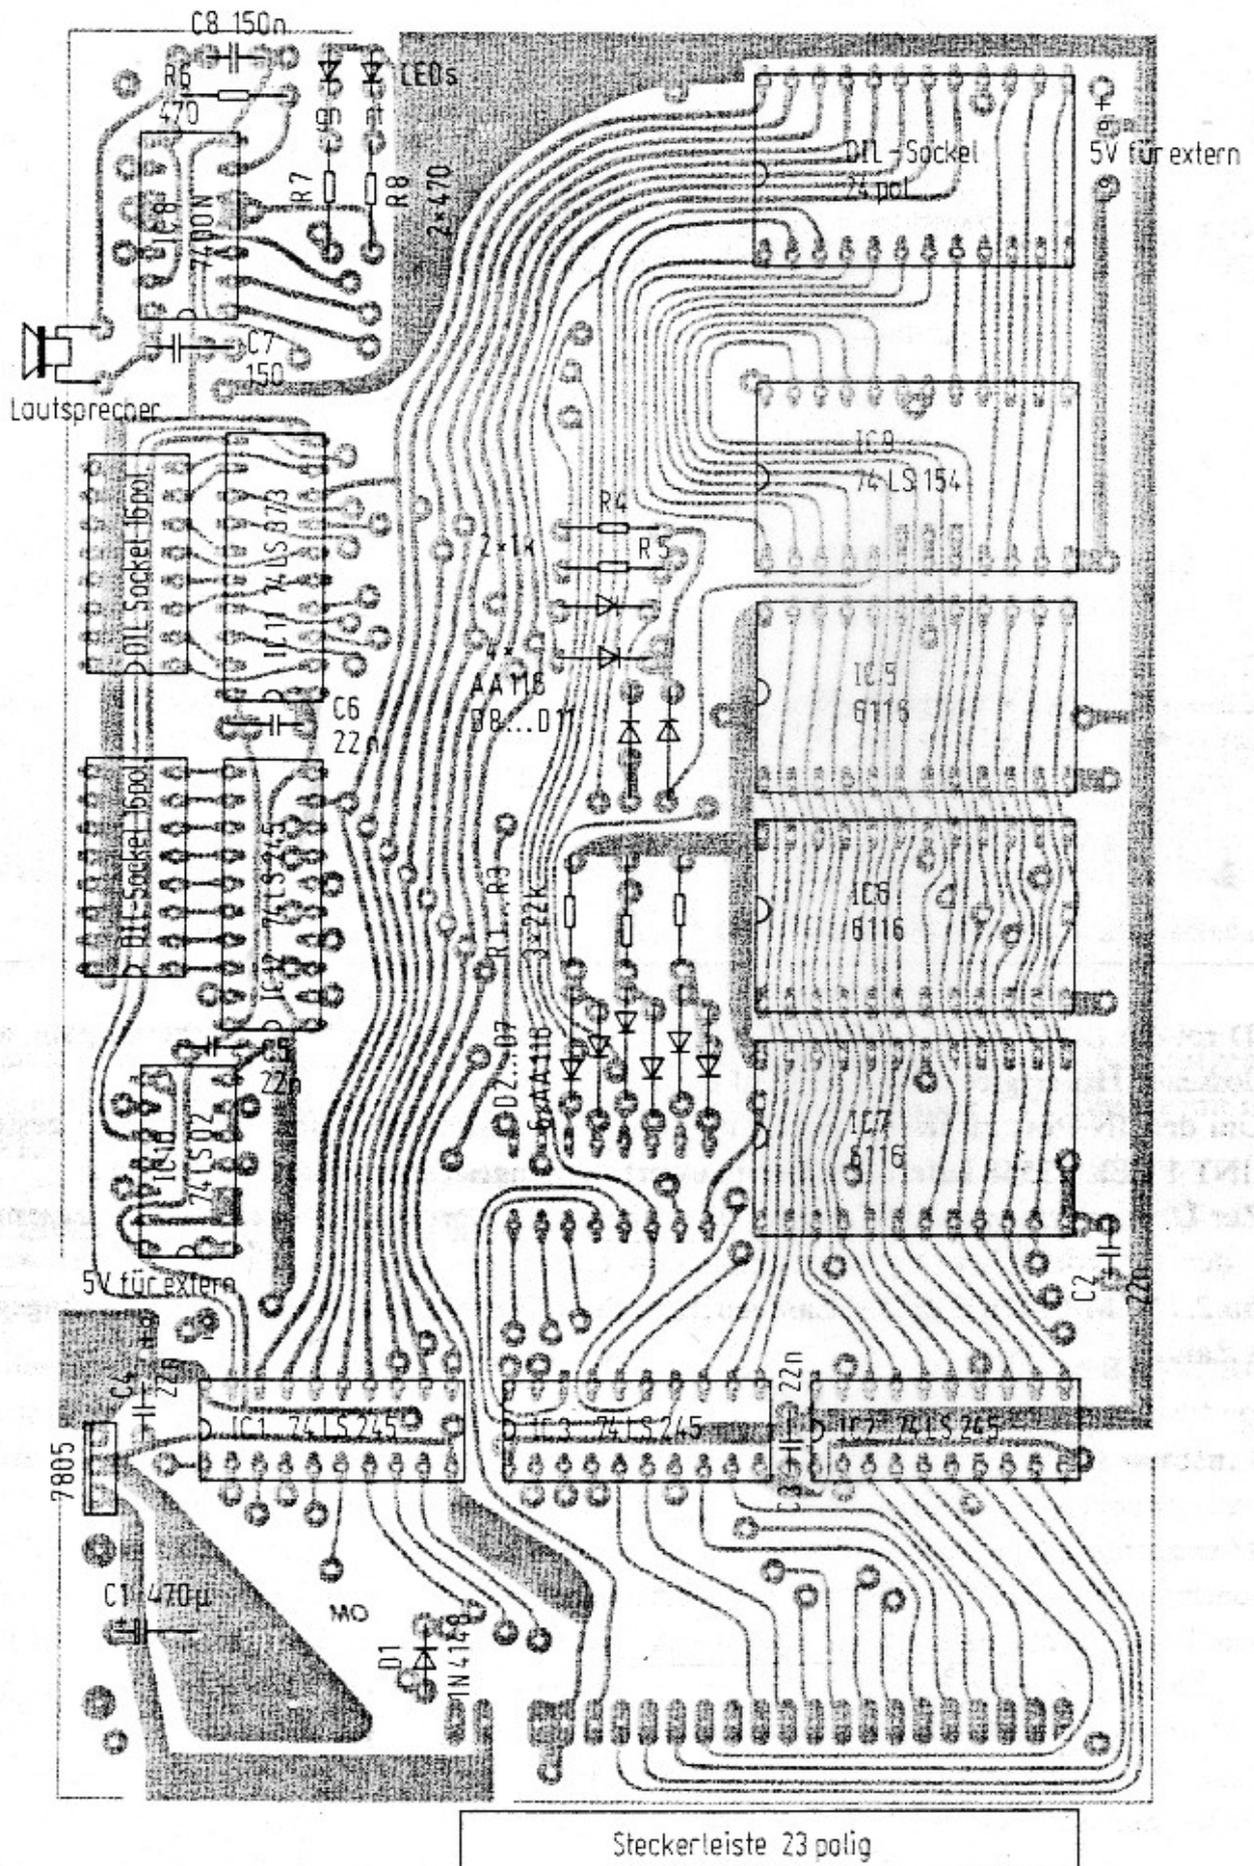

Abb. 2.10 Bestückungsplan (Blick auf die Bauteilseite)
*Abb.2.10* zeigt den Bestückungsplan (Blick auf Bauteileseite) sowie die Stückliste zur Grundplatine I.